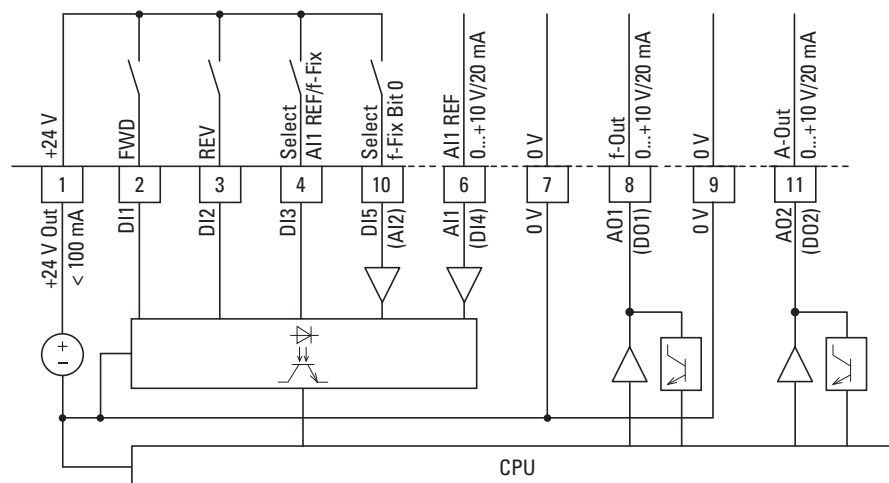

Abbildung 84: Steuerklemmen (digital/analog)
In Abhängigkeit von den Parametern P1-12 und P1-13 können die Steuerklemmen 6 (AI1) und 10 (AI2) mit analogen Signalen beschaltet werden (→ Abbildung 84):
An den Steuerklemmen 8 und 11 (→ Abbildung 84) stehen analoge Signale zur Verfügung. Diese Ausgänge können mit maximal 20 mA belastet werden. Die Auswahl der Ausgangssignale kann mittels der Parameter P2-11 (AO1) und P2-13 (AO2) erfolgen. Mit den Parametern P2-12 (AO1) und P2-14 (AO2) können die Formate der Analogeingänge festgelegt werden:
Die Steuerklemmen 8 und 11 (→ Abbildung 84) sind im Lieferzustand als Analogausgang (AO) eingestellt. Die Funktion als Digitalausgang (DO) kann mittels der Parameter P2-11 und P2-13 eingestellt werden.